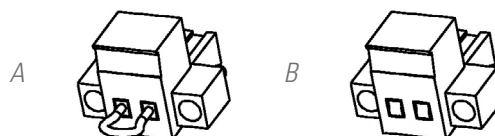

Fig. 11. Conector para el EPO externo.
- ☐ Ya bien al retirar el conector hembra del zócalo donde está insertado. Este conector lleva conectado un cable a modo de puente que cierra el circuito (ver Fig. 11-A).
- ☐ O al accionar el pulsador externo al equipo y de propiedad del usuario e instalado entre los terminales del conector (ver Fig. 11-B). La conexión en el pulsador deberá estar en el contacto normalmente cerrado -NC-, por lo que abrirá el circuito al accionarlo.